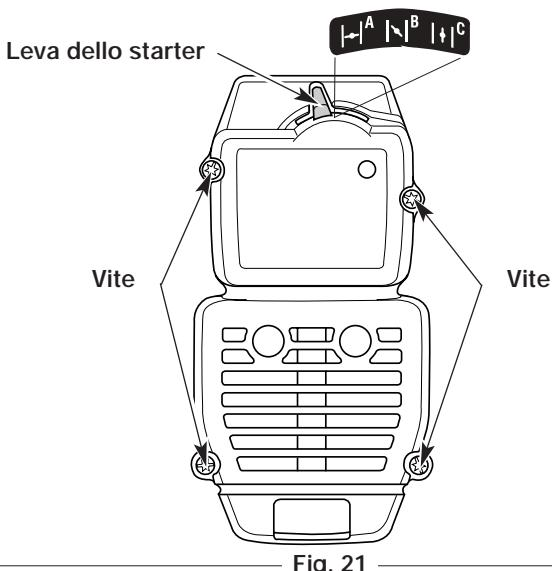

Fig. 21
1. Porre la leva dello starter in posizione intermedia (B).
NOTA: La leva dello starter deve essere in posizione intermedia (B) (Fig. 21) per consentire l'estrazione del carter del filtro dell'aria/tubo di scappamento.
2. Togliere le quattro (4) viti tenendo fermo il filtro dell'aria/tubo di scappamento (Fig. 21). Utilizzare un cacciavite a lama piatta o a punta Torx n°T20.
NOTA: La leva dello starter deve trovarsi in posizione intermedia (B) (Fig. 21) per consentire il riposizionamento del carter del filtro dell'aria/tubo di scappamento.
2. Inserire le quattro (4) viti nei fori del carter del filtro dell'aria/tubo di scappamento (Fig. 21) e chiuderle mediante un cacciavite a lama piatta o a punta Torx n°T20. Non serrare troppo o esercitare pressione.